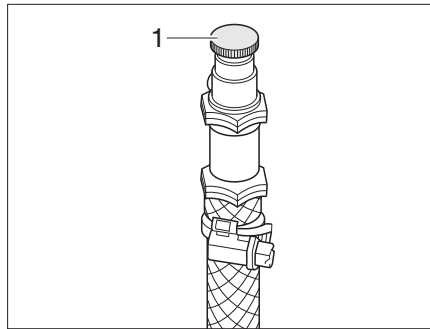

Fig. 364 Valvola di sfiato del riscaldamento ad acqua calda
- Aprire la valvola di sfiato (Fig. 364,1) e lasciare uscire tutta l'aria presente nel circuito.